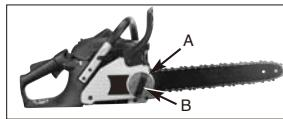

Fig. 4
1. Håll upp sågsvärdets spets och vrid justeringsringen (A) MEDÜRS för att öka kedjespänningen. Vrids ringen (A) MOTURS minskar spänningen i kedjan. Se till att kedjan sitter tätt hela vägen runt sågsvärdet. (Fig. 4)
2. Dra åt sågsvärdets låsknapp (B) hårt när justeringen är klar och med spetsen fortfarande riktad uppåt. Kedjan har rätt spänning när den sitter tätt runt hela svärdet och kan dras runt med en handskförsedd hand. (Fig. 4)